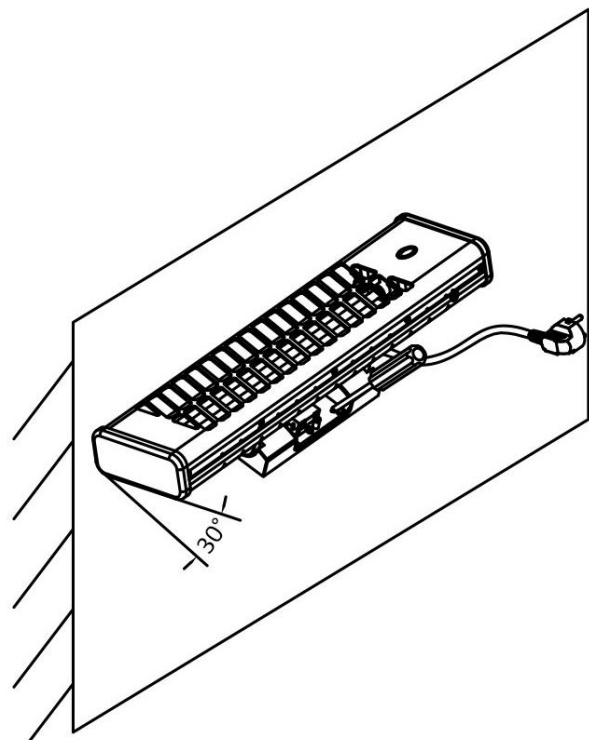

Bild 6
7. Sväng upp värmeelementet hela vägen och dra sedan åt de två skruvarna på nedre delen av väggfästet (se bild 6). Nu är värmeelementet korrekt fixerat till väggen.